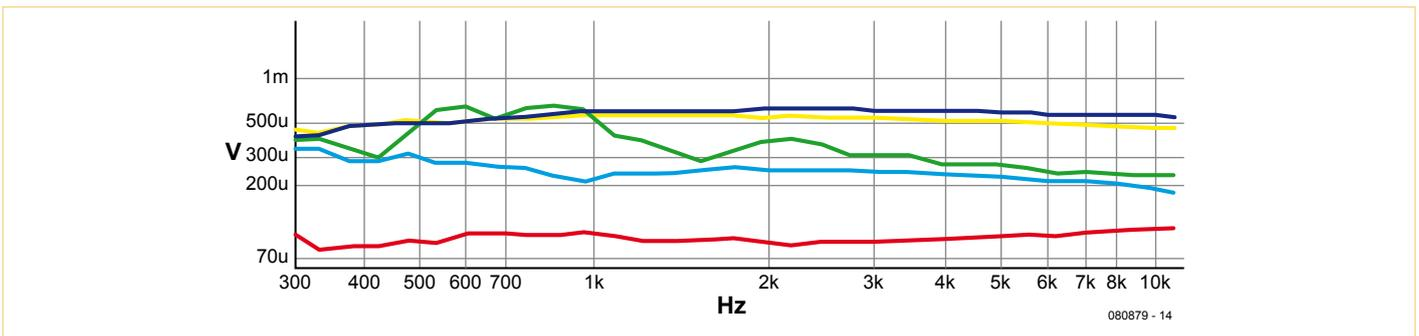

Bild 6. Kondensatoren auf dem Rütteltisch.
**Bild 6** zeigt die Ergebnisse von zwei verschiedenen Montagemethoden bei zwei unterschiedlichen Kondensatoren. Große Elkos sind weniger vibrationsempfindlich als andere Kondensatoren. Bei quaderförmigen Kondensatoren scheint die Schmalseite am unempfindlichsten zu sein. Runde Exemplare sind nicht unempfindlicher. Erstaunlicherweise schlagen sich Miniatur-Cs schlechter als größere Exemplare.